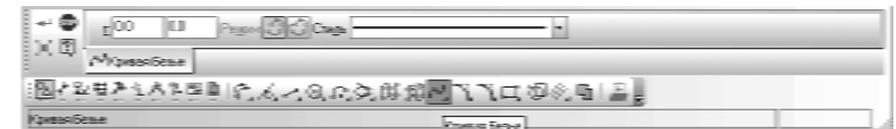

Рис. 8.129. **Панель свойств: Кривая Безье, Компактная панель**
**Панель свойств: Кривая Безье, Компактная панель**, с нажатой кнопкой  **Кривая Безье**, и строка сообщений показаны на рис. 8.129.